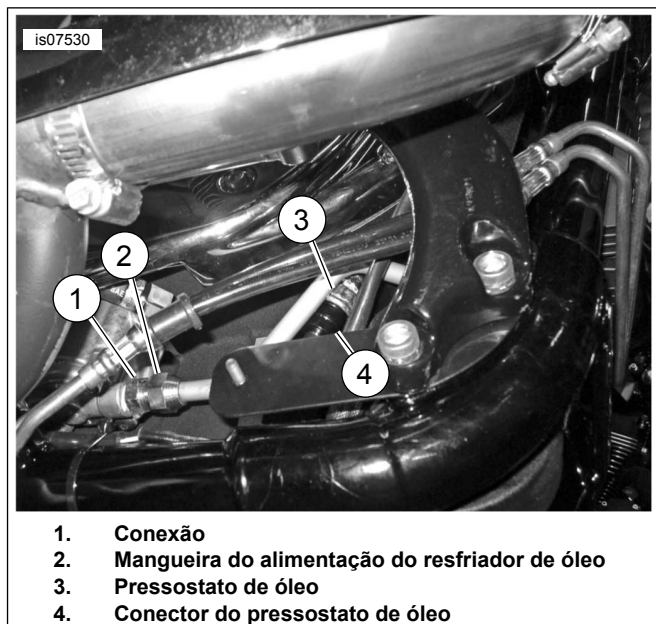
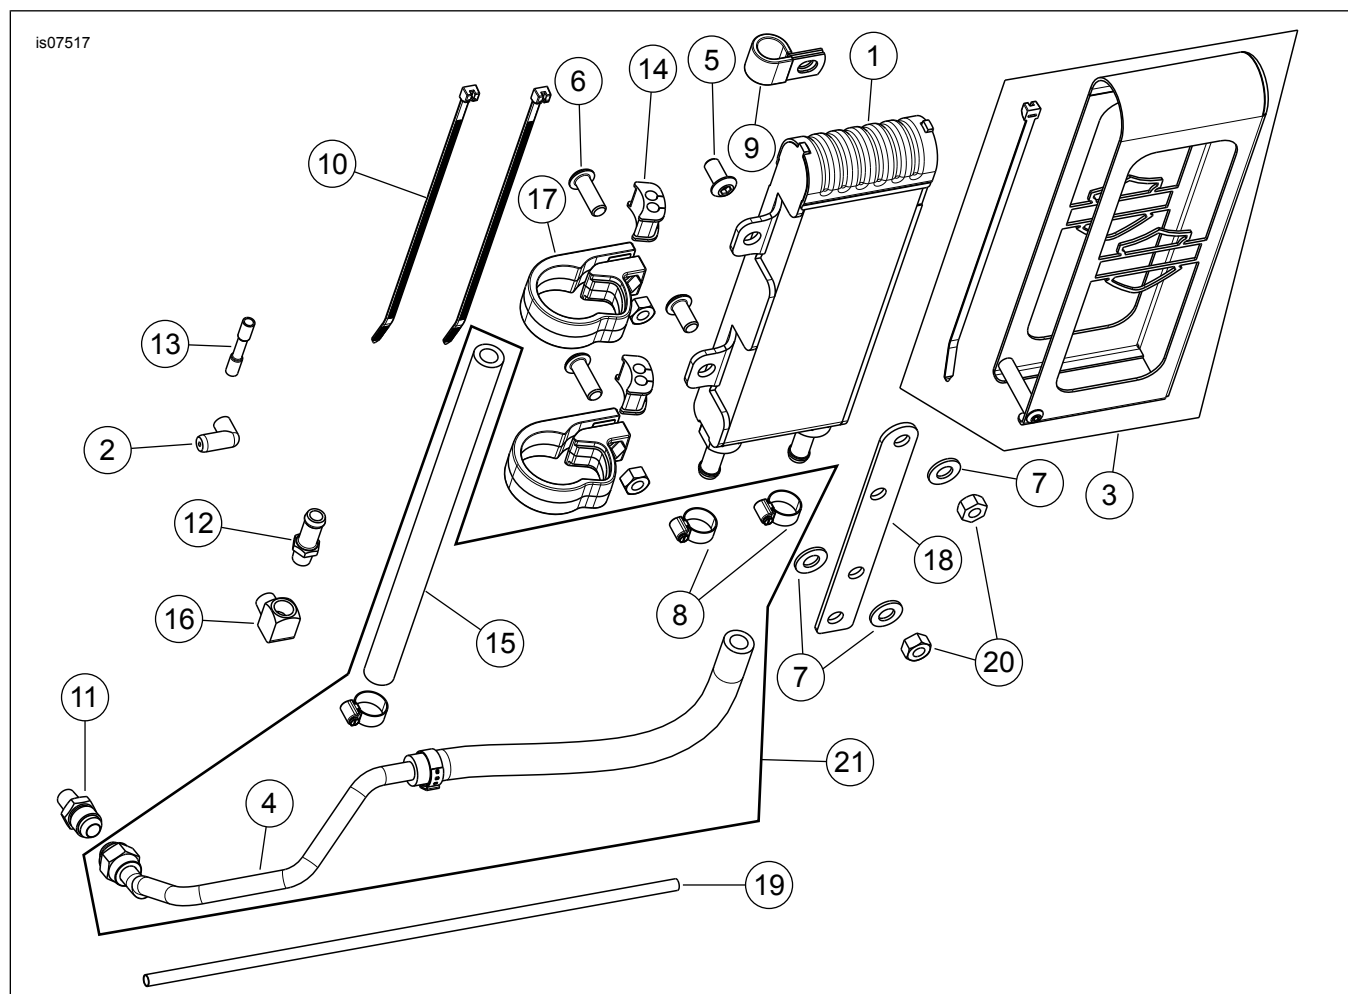

Figura 2. Tubulação de alimentação de óleo e pressostato de óleo
Figura 6. Peças de reposição: Kit de resfriador de óleo XL Premium
Veja Figura 6 e Tabela 1.
- b. Veja Figura 2. Instale o pressostato de óleo (3) na **Carcaça** onde a mangueira de alimentação foi conectada.
2. Instale o conjunto do cabo auxiliar (item 2, Figura 6) no fio do pressostato de óleo.
- d. Meça a quantidade de conduíte (item 19, Figura 6) necessária para cobrir o conjunto do fio. Corte o conduíte no comprimento desejado.
- f. Veja o Manual de serviço para obter as instruções de instalação do conector de emenda selada. Instale o novo conector do pressostato de óleo no condutor do chicote de fios com o conector de emenda selada (item 13, Figura 6).
4. Veja Figura 2. Aplique a gaxeta hylomar e o veda-rosca na conexão (item 11, Figura 6). Instale a conexão na bomba de óleo. Aperte a conexão com torque de 6,2–7,4 N·m (55–65 in-lbs).
5. Instale, sem apertar, o conjunto da mangueira de alimentação do resfriador de óleo (2) na conexão da bomba de óleo.
6. Aplique a gaxeta hylomar e o veda-rosca na conexão (item 16, Figura 6). Instale a conexão no local de montagem do pressostato de óleo original. Aperte com os dedos e, em seguida, gire mais 2 a 3 vezes. Oriente a abertura da conexão para que fique alinhada ao alojamento do filtro de óleo.
7. Aplique a gaxeta hylomar e o veda-rosca na conexão (item 12, Figura 6). Instale a conexão no cotovelo. Aperte com os dedos e, em seguida, gire mais 2 a 3 vezes. Oriente a conexão para que fique alinhada ao alojamento do filtro de óleo.